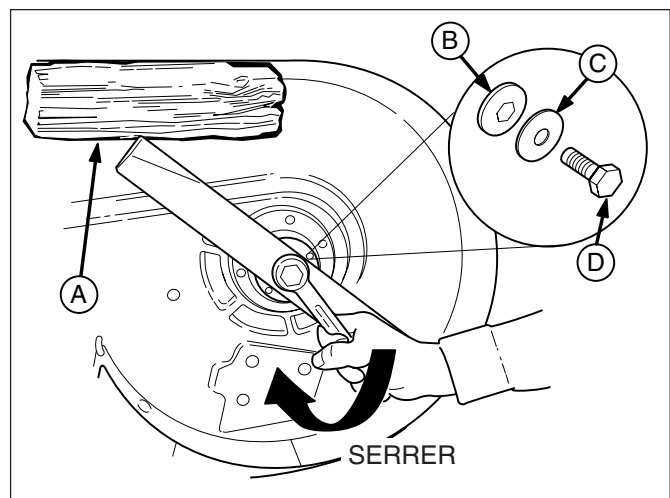

Figure 34. Installation de la lame - Modèles de 97 cm et 112 cm
3. **Modèles de 97 cm et 112 cm :** Retirer le boulon de fixation (A, figure 34), la rondelle élastique (C), la rondelle hexagonale (B) et la lame.
Modèles de 102 cm : Retirer le boulon de fixation (A, figure 34), la rondelle élastique (F), la rondelle cannelée (G), la goupille de positionnement (E) et la lame (D). Ne pas retirer le raccord de lame (C).
6. Remonter la lame (figures 34 et 36) avec les languettes dirigées vers la tondeuse comme l'indiquent les figures. Remonter la goupille de positionnement (E).
7. **Modèles de 97 cm et 112 cm :** Remonter la rondelle hexagonale (B, figure 34), la rondelle élastique (C) et le boulon de fixation (D). Bloquer la lame avec une cale en bois (A) pour l'empêcher de tourner et serrer le boulon de fixation (D) à 61-75 Nm.
Plusieurs procédures d'entretien figurant dans ce manuel sont identifiées par et varient selon, le type de transmission. Pour déterminer quelle transmission se trouve dans un tracteur, vérifier l'étiquette d'identification attachée à l'essieu de transmission (figure 34), ou vérifier le livret des pièces du tracteur.